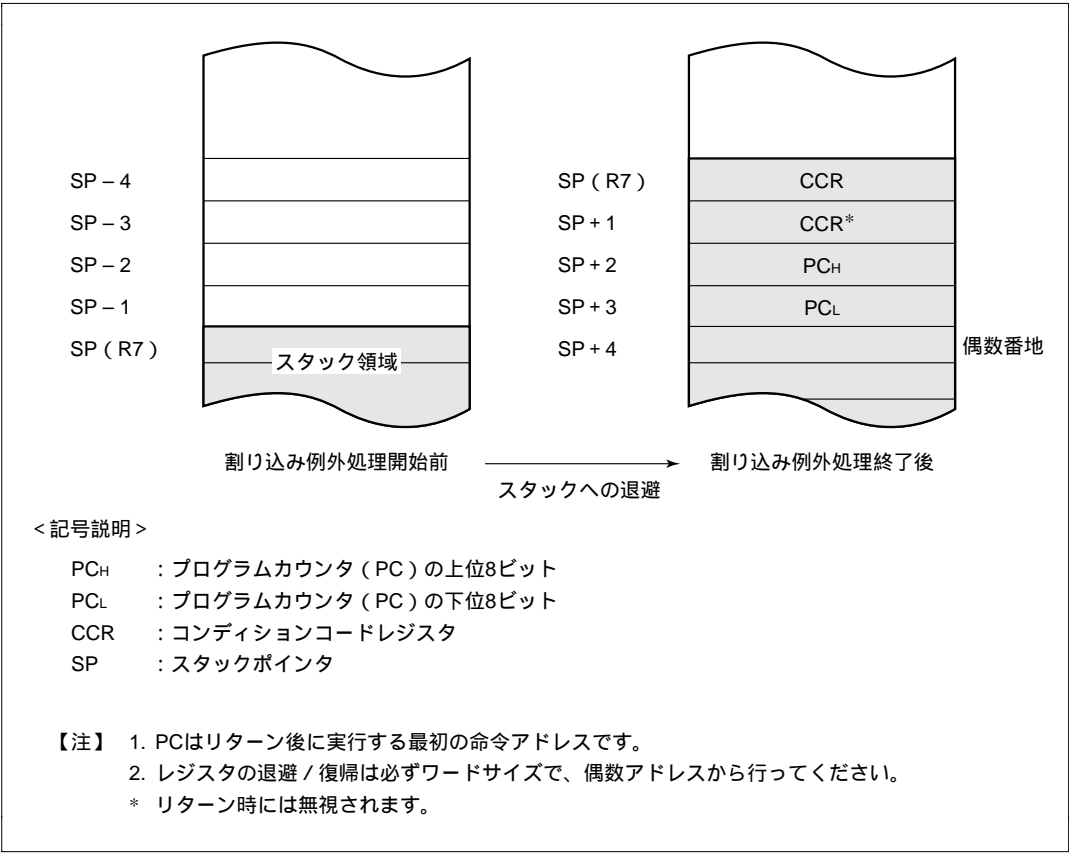

図 3.4 割り込み例外処理終了後のスタック状態
- (1) 割り込み許可レジスタの対応するビットが 1 にセットされている状態で、割り込み要因が発生したとき、割り込みコントローラに対して割り込み要求信号が送られます。
- (2) 割り込みコントローラに割り込み要求信号が送られると、割り込み要求フラグがセットされます。
- (3) 割り込み許可フラグが 1 にセットされている割り込みの中で、優先順位に従って最高位の割り込み要求が選択され、その他は保留となります (表 3.2 参照)。
- (4) CCR の I ビットを参照し、I ビットが 0 にクリアされている場合は、割り込み要求は受け付けられますが、I ビットが 1 にセットされている場合は割り込み要求は保留となります。
- (5) 割り込み要求が受け付けられると、そのとき実行中の命令の処理が終了した後、PC と CCR がスタック領域に退避されます。このときのスタックの状態を図 3.4 に示します。スタックされる PC は、リターン後に実行する最初の命令のアドレスを示しています。
- (6) CCR の I ビットが 1 にセットされます。これにより、すべての割り込みはマスクされます。
- (7) 受け付けた割り込みに対応するベクタアドレスを生成し、そのアドレスの内容によって示されるアドレスから、割り込み処理ルーチンの実行を開始します。